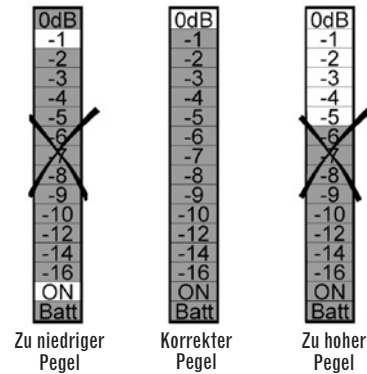

Abbildung 5. Subwoofer so einstellen, dass der Spitzenwert 0 dB nicht überschritten wird
Drücken Sie Play ►. Achten Sie genau auf das RSLM, während Titel 3 abgespielt wird: Sollte die Anzeige Spitzenwerte oberhalb 0 dB anzeigen (die Überlastanzeige leuchtet nicht mehr), müssen Sie den Pegelregler ⑥ ein wenig zurückdrehen, bis bei Spitzenwerten diese nur noch maximal 0 dB betragen (siehe Abb. 5).